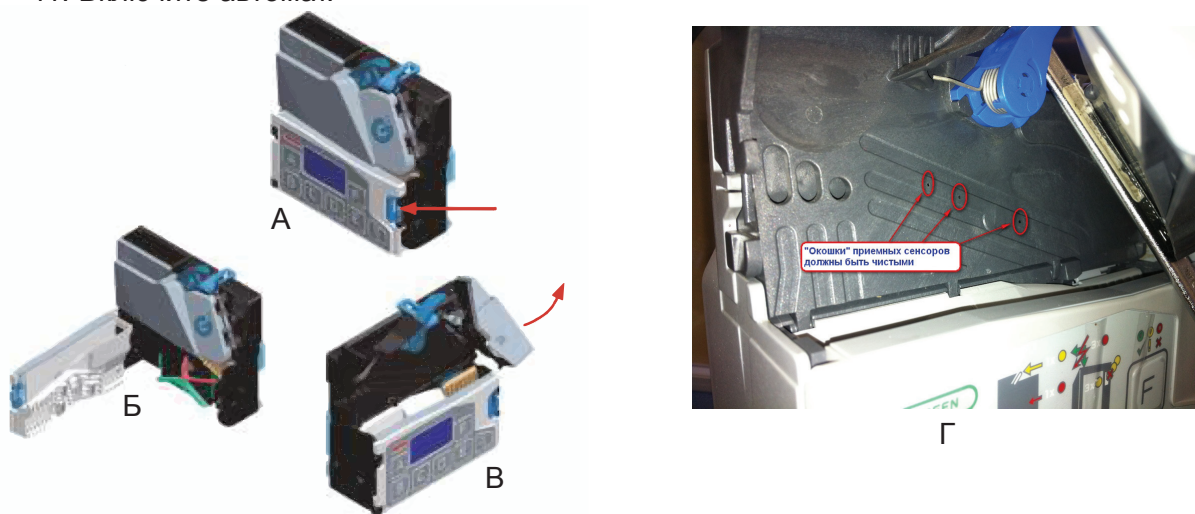

Рисунок 50
7. Нажмите рычаг возврата и откройте дверцу валидатора (см.рис.50в).
8. Очистите весь монетопроход валидатора с помощью слегка смоченной мягкой ткани. Окошки приёмных сенсоров должны быть чистыми (см.рис.50г)